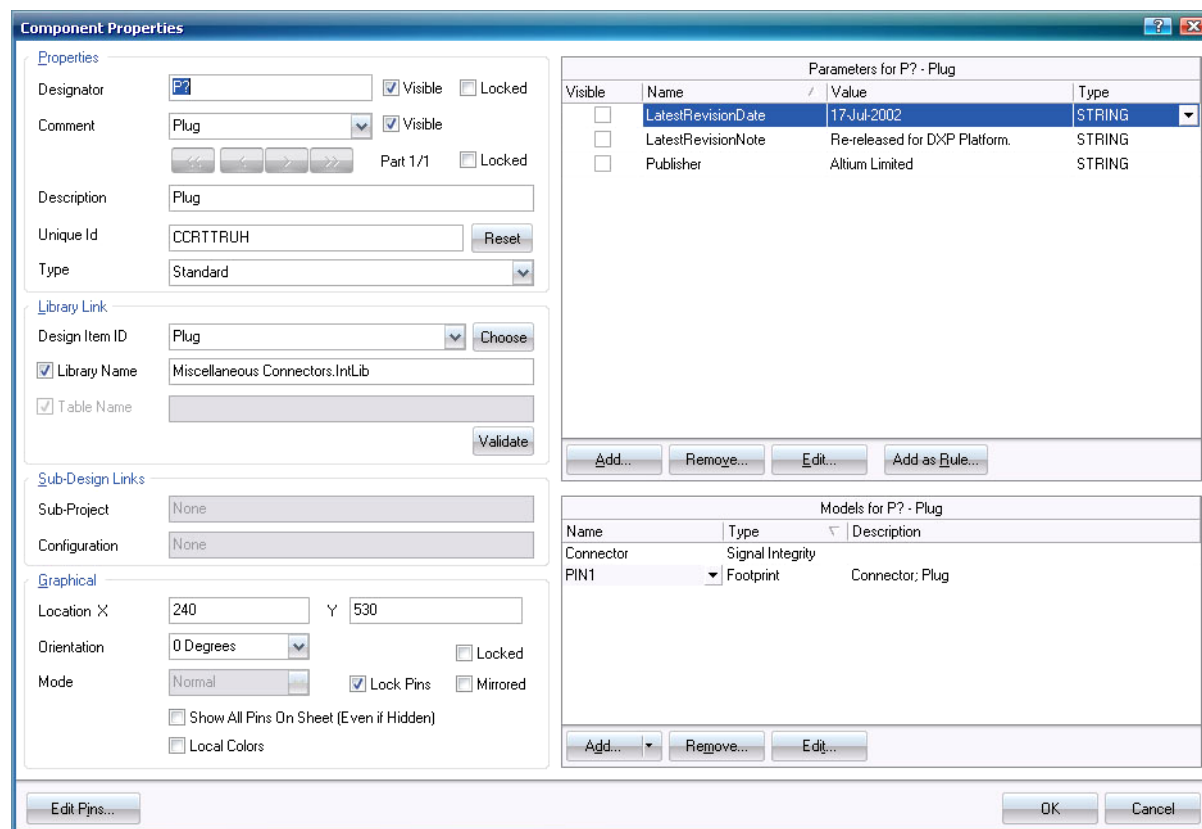

Рисунок 9
– Вибрати цей елемент і натиснути кнопку *Place* (Розмістити). Альтернативний спосіб – двічі клацнути на імені компонента. Курсор набирає вигляду перехрестя, до якого «прикріплений» контур символу вибраного елементу. Включений режим розміщення компонентів. При переміщенні курсору контур елементу переміщається разом з ним. Компонент на цьому етапі не розміщувати і не відпускати. Натисненням клавіші TAB, відкрити діалогове вікно *Component Properties* (рис. 9).